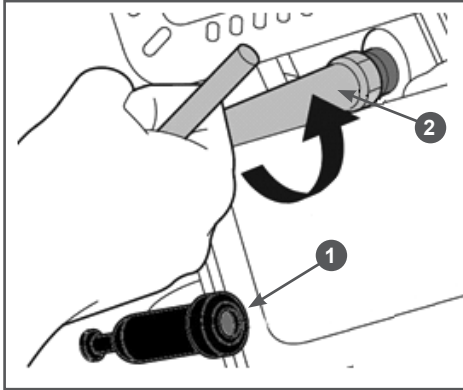

Рис. 17 Откручивание свечи зажигания
1. Снимите со свечи зажигания колпачок 1 и удалите грязь вокруг свечи зажигания (Рис. 17).
2. Открутите свечу зажигания свечным ключом 2 (Рис. 17).
4. Измерьте зазор между электродами свечи зажигания специальным щупом. Зазор должен быть 0,7-0,8 мм (Рис. 17). При увеличении, или уменьшении требуемого зазора, рекомендуется заменить свечу, так как регулировка зазора может привести к изменению качества искрообразования.